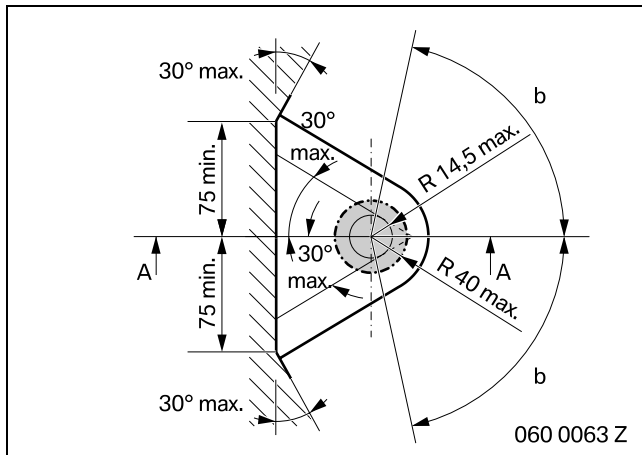

Abbildung 2
a) horizontal $b = 60^\circ$ nach rechts oder links verdreht (siehe Abbildung 2)